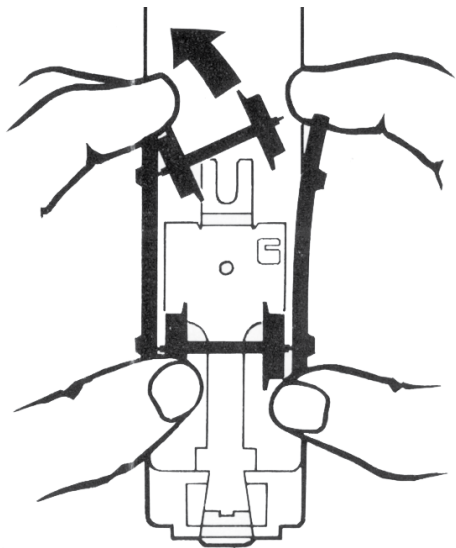

Fig. 2
4. Remove the inner set of wheels from the bogie concerned by bending the sides of the bogie slightly outwards (fig. 2).
4. Retirer l'essieu intérieur du bogie correspondant. Pour y parvenir il faut légèrement écarter les longerons du bogie (Fig. 2).
4. Het naar het midden van het rijtuig gekeerde wielstel van het betreffende draaistel er even uit nemen, waarvoor de zijwanden daarvan ter plaatse van het wielstel voorzichtig iets van elkaar worden getrokken (Fig. 2).
4. Retirar el juego de ruedas interior del correspondiente bogie. Para ello separar ligeramente las partes laterales del bogie (fig. 2).
4. Allontanare l'asse interno con ruote dal rispettivo carrello. A questo scopo scostare leggermente le fiancate del carrello stesso (Fig. 2).
4. Avlägsna boggins inre hjulsats genom att försiktigt böja ut boggiramens sidor (fig. 2).
4. Fjern bogiens indre hjulpar ved at trække bogiesidestykkerne let fra hinanden (Fig. 2).